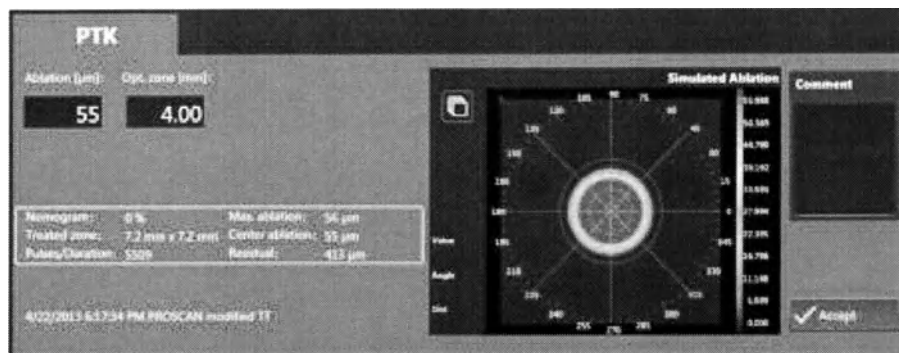

Рис. 114. Вкладка процедуры ПТК [ФТК] (пример)
8. Для процедуры ФТК (Фототерапевтическая кератэктомия) пользователь вводит необходимые величины абляции и оптической зоны в поля ввода (Ablation [μm] [Абляция (мкм)] и Opt. zone [mm] [Оптическая зона (мм)]) (рис. 114).